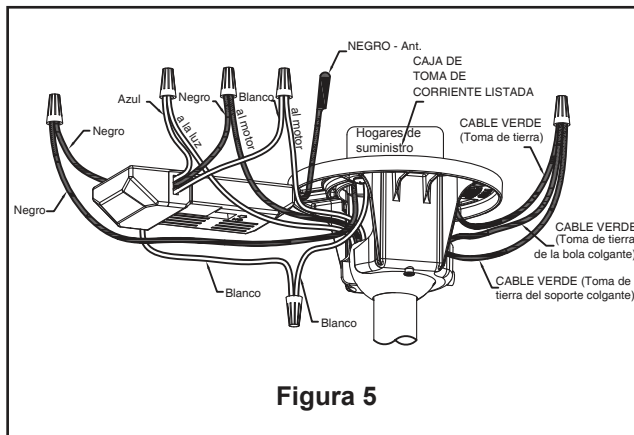

Figura 5
- ☐ 4. Conecte los cables verdes desde el soporte colgante y la bola colgante en el cable desnudo (toma de tierra) utilizando el conector de cables suministrado. Conecte el cable negro desde la unidad del receptor marcado "AC IN L" al cable negro de suministro de electricidad utilizando el conector de cables suministrado. Conecte el cable blanco desde la unidad del receptor marcado "AC IN N" al cable blanco de suministro de electricidad utilizando el conector de cables suministrado. Conecte el cable blanco desde la unidad del receptor marcado "TO MOTOR N" al cable blanco del ventilador utilizando el conector de cables suministrado con el receptor. Conecte el cable blanco desde la unidad del receptor marcado "TO MOTOR L" al cable blanco del ventilador utilizando el conector de cables suministrado con el receptor. Por último, conecte el cable azul del receptor al cable azul de la luz del ventilador utilizando el conector de cables suministrado. Coloque todos los cables conectados y la antena del receptor para permitir la instalación de la cubierta del techo. (Figura 5)
- ☐ 5. Luego de empalmar los cables y realizar la conexión, sepárelos y dóblelos hacia arriba con el conductor con conexión a tierra y el conductor con conexión a tierra del equipo debe ir en un lado de la caja de distribución eléctrica y el conductor sin conexión a tierra debe ir del otro lado. (Figura 5)